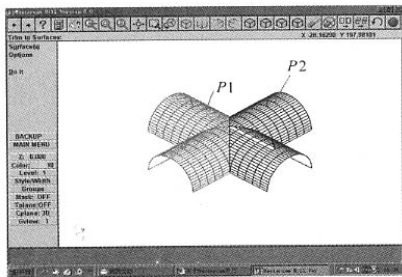

图 1
1. 三通管直径相等的曲面修剪 (图 1)
命令;接着用鼠标左键在绘图区中拾取被修整曲面 P_1 , 则在该曲面上出现一个随鼠标移动的箭头, 当箭头移动到修整后要保留的曲面 P_1 的曲面部分时, 单击鼠标左键;用鼠标左键在绘图区中拾取修整到曲面 P_2 , 则在该曲面上出现一个随鼠标移动的箭头, 当箭头移动到修整后要保留的曲面 P_2 的曲面部分时, 单击鼠标左键, 这时修剪操作的结果如图 1。